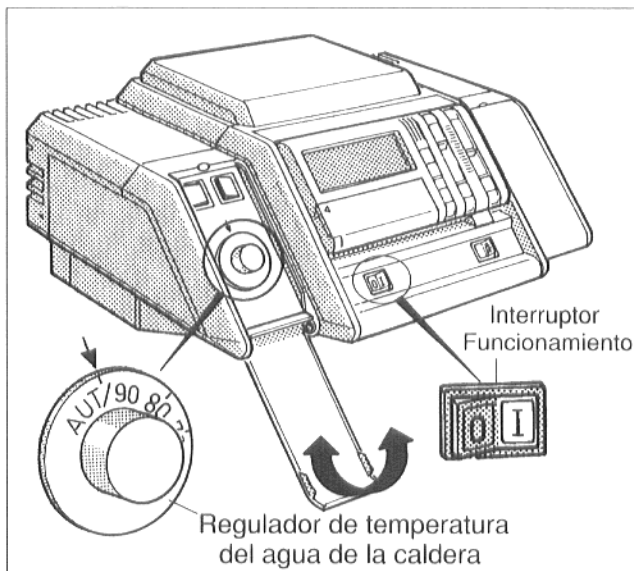

fig. 4
- Abrir la cubierta izquierda del aparato de regulación hacia abajo (fig. 4).
- Poner el interruptor para el funcionamiento (fig. 4) en posición I (CON.)
- Poner el regulador de temperatura del agua de la caldera (fig. 4) en posición "AUT".
- Volver a cerrar la cubierta izquierda del aparato de regulación (fig. 4).
- Poner el interruptor para el funcionamiento (fig. 4) en posición 0 (DESC.).